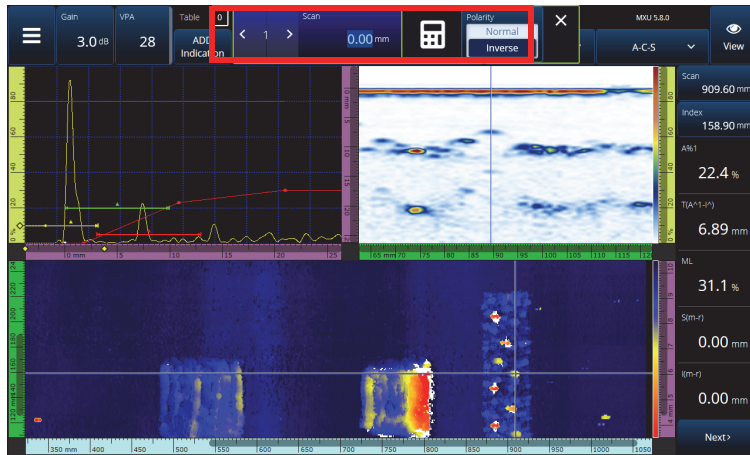

图 2-59 通过用数字键盘输入数字的方式跳转到特定的位置
- c) 按下 **Scan**（扫查）或 **Index**（步进）控制。出现一个菜单，在此您可以使用数字键盘输入一个新数值，或反转编码器的极性（参见第 103 页的图 2-59）。